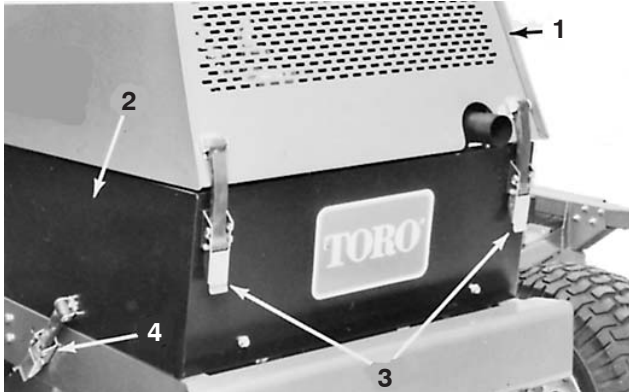

Bild 1
1. Entriegeln Sie die Motorhaube und das Seitenteil links am Motor (Bild 1). Heben Sie die Motorhaube an und stützen Sie sie ab. Nehmen Sie das linke Seitenteil ab. Stellen Sie sicher, dass die Motorhaube sicher in einer der Befestigungshalterungen an der Haube abgestützt ist.